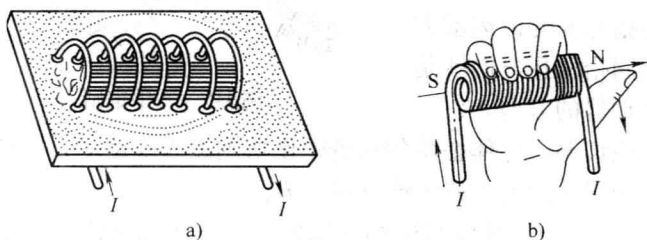

图 1-3 通电螺线管的磁场
3) 通电螺线管的磁场，如图 1-3 所示，电流流过螺线管时，它表现出来的磁性类似于条形磁铁，螺线管的两端相当于 N 极和 S 极。它的磁力线是一系列穿过螺线管内孔的闭合回路。磁力线方向也可用安培定则来判定，即：右手握住螺线管，四指弯曲的方向和线圈中电流的方向一致，大拇指所指的方向就是磁场穿过螺线管内孔的方向，也就是线圈的 N 极。